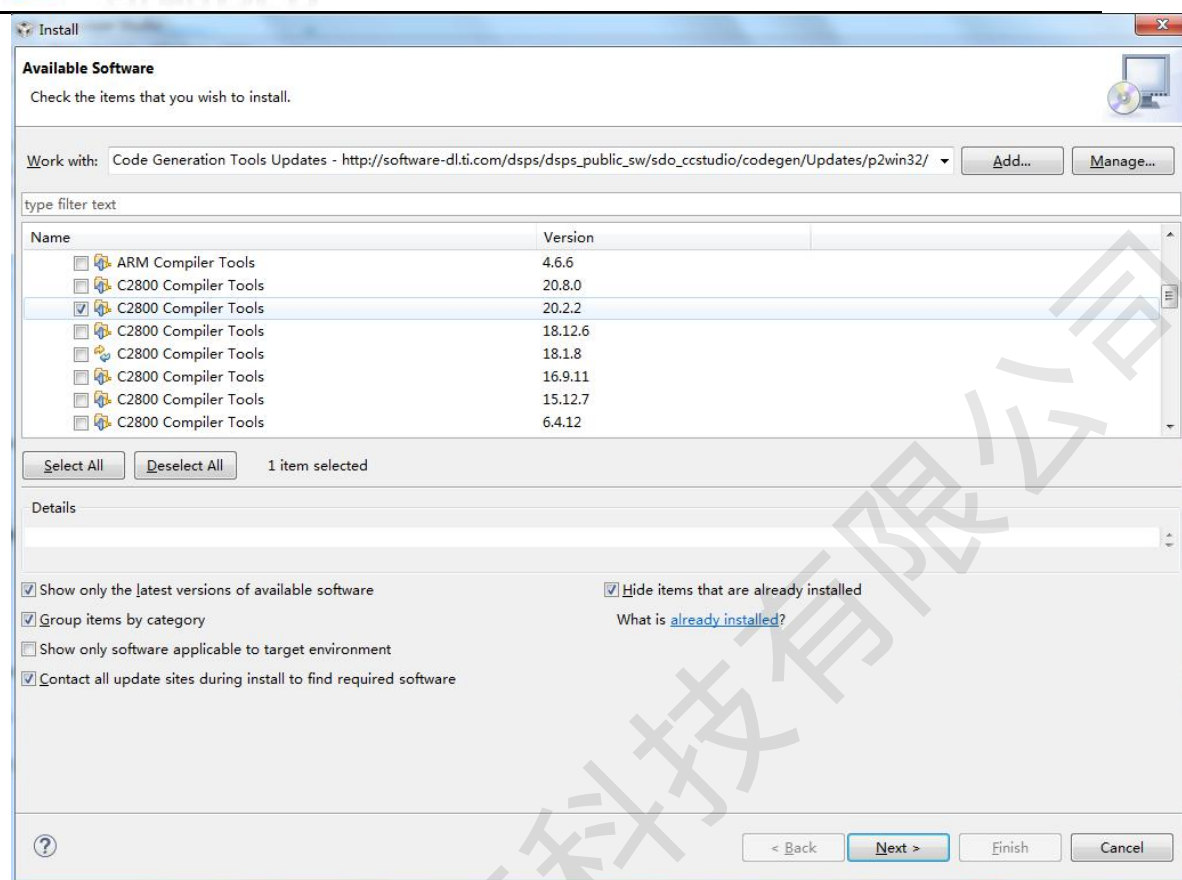

图3-1-3 编译器版本在线安装
⑤ 其余选择默认，完成点击FINISH即可。**注意，此时编译器版本为V20.2.2，如显示的不是此版本，建议升级编译器，否则后续程序编译过程中可能会报错。**用户可以选择在线升级，在help菜单下->选择Install New Software->在TI Compiler Updates下我们可以选择相应的编译器版本，如图3-1-3所示，然后点击NEXT，自行安装即可。